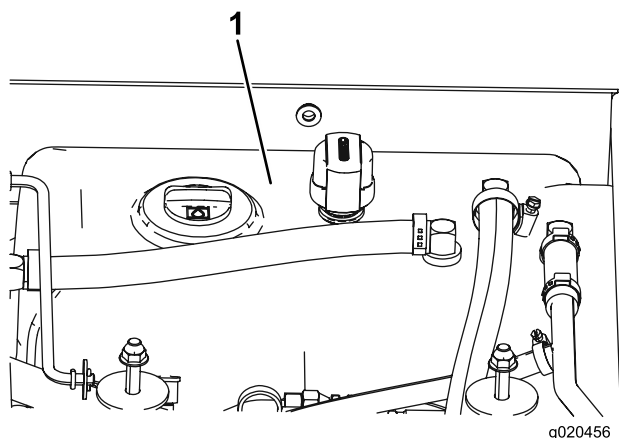

Figure 72
3. Remplissez le réservoir (Figure 72) de liquide hydraulique (voir Contrôle du liquide hydraulique).